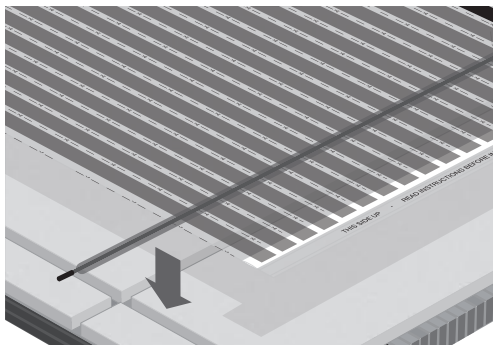

Fig.5. Utskjæring for gulvsensor
6. Der hvor trekkørrene fra termostaten går ned i gulvet, lag utskjæringer i underlagsplatene for å gi plass til disse (fig.5)